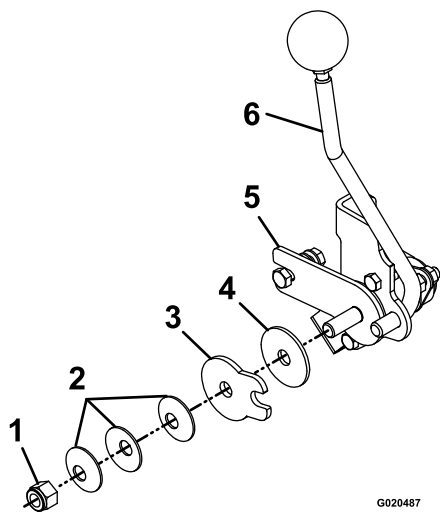

Figura 65
3. Ajuste a porca da articulação que está localizada no fundo do veio de controlo de movimento na frente da consola direita (Figura 65).